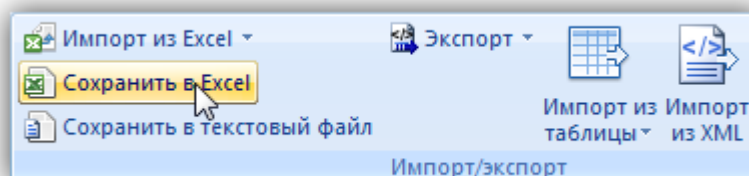

Рис. 10-79 – Кнопка «Сохранить в Excel»
2) Нажать кнопку «Сохранить в Excel» панели «Импорт/экспорт» (рис. 10-79).